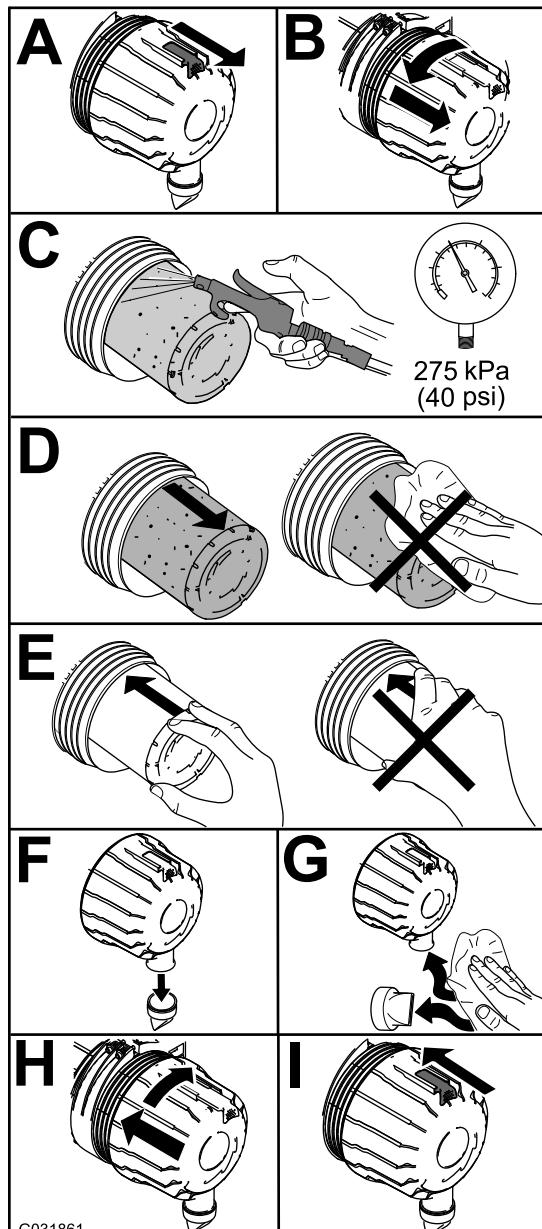

Figura 76
- Substitua o filtro de ar (Figura 76).